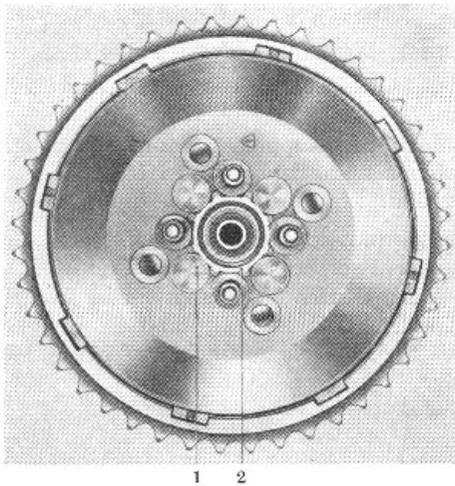

Bild M 103. Profilmutter richtig anziehen
4. Beim Festziehen der Profilmutter auf die Kupplungswelle dürfen die Kronen der Mutter die Einsenkung für die Druckfedern nicht verdecken (Bild M 103).